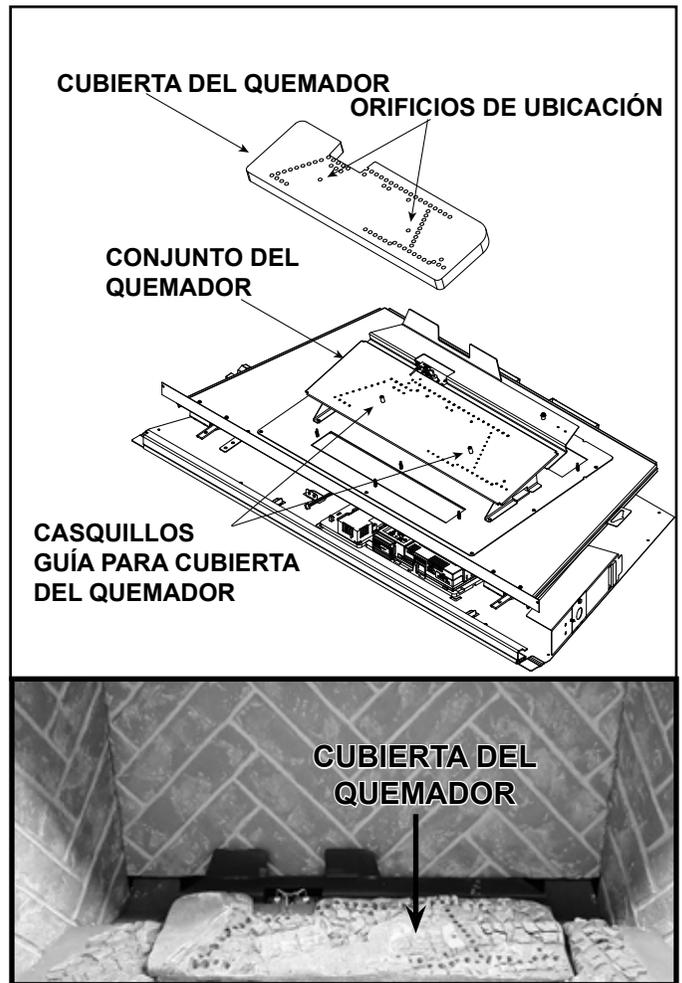

Figura 11.25 Cubierta del quemador instalada
3. Para instalar la cubierta del quemador, alinee los orificios de ubicación con los casquillos guía. Instale la parte superior del quemador de fibra de manera que haga contacto pleno con el conjunto del quemador subyacente. Consulte la Figura 11.25.
4. Asegúrese de que los puertos del quemador de acero se vean a través de los orificios en la parte superior del quemador de fibra. Consulte la Figura 11.25.